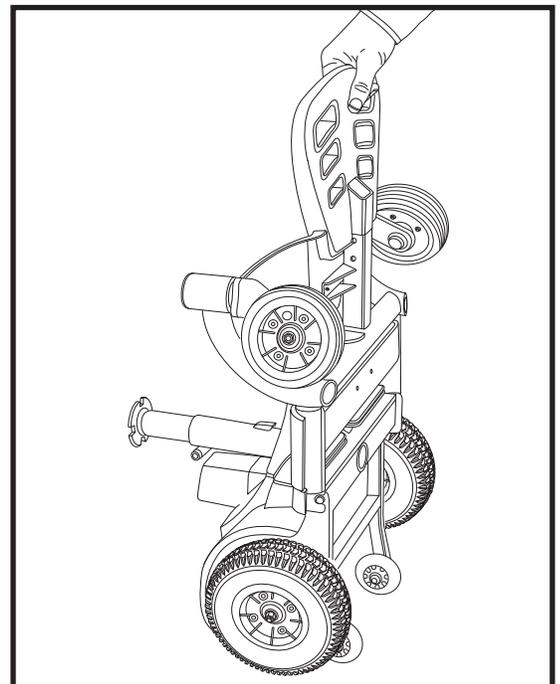

Figura 11. Sollevare la parte anteriore
3. Impugnare il poggiapiedi e sollevare la parte anteriore fino al raggiungimento della posizione verticale. **Vedere la figura 11.**